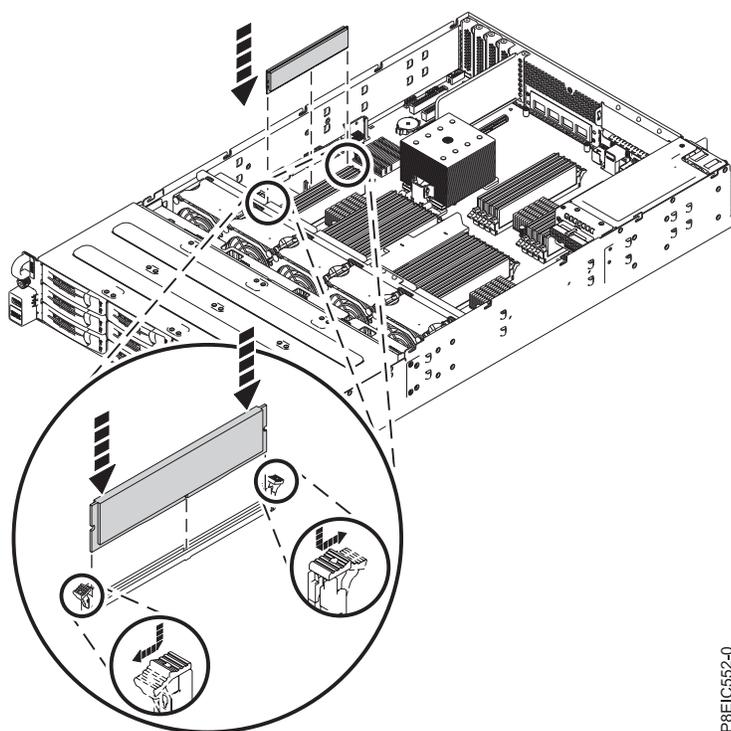

Abbildung 20. DIMM-Sperrzungen öffnen und Speicher installieren
3. Drücken Sie die Sperrzungen vom Socket weg, in die in Abb. 20 angezeigte Richtung.